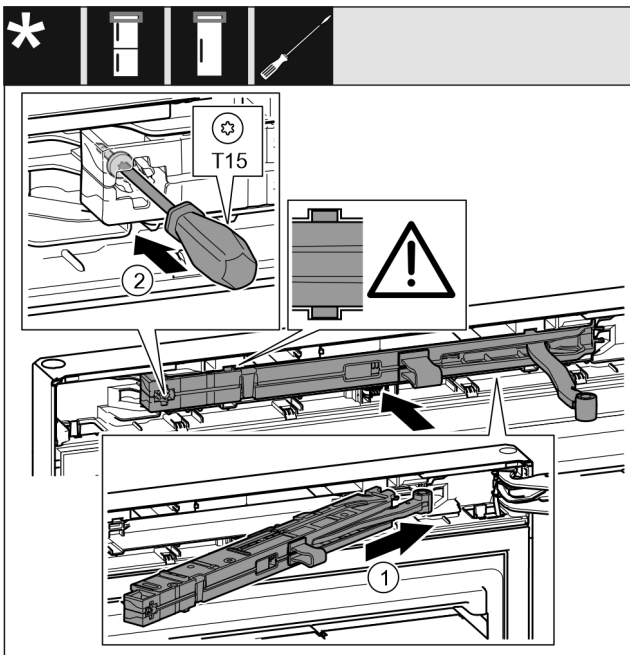

Fig. 25
- ▶ Amortyzator zamykania drzwi po stronie płytki zawiasu wsunąć ukośnie w zagłębienie aż do oporu. Fig. 25 (1)
- ▶ Śrubę przykręcić przy pomocy śrubokręta T15. Fig. 25 (2)